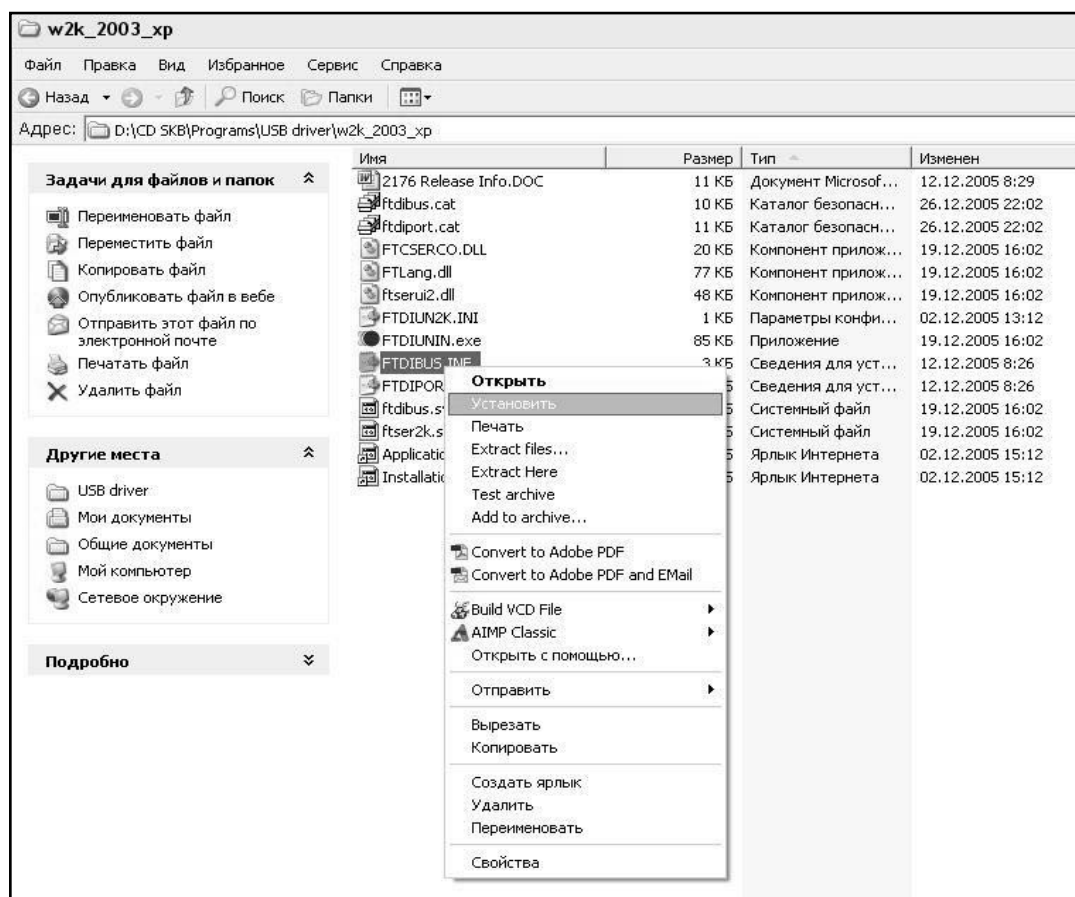

Рисунок 2.4 - Окно ручной установки драйвера
- нажать правой клавишей мыши на файле FTDIBUS.INF в выпадающем меню выберите пункт «Установить» (см. рис. 2.4);